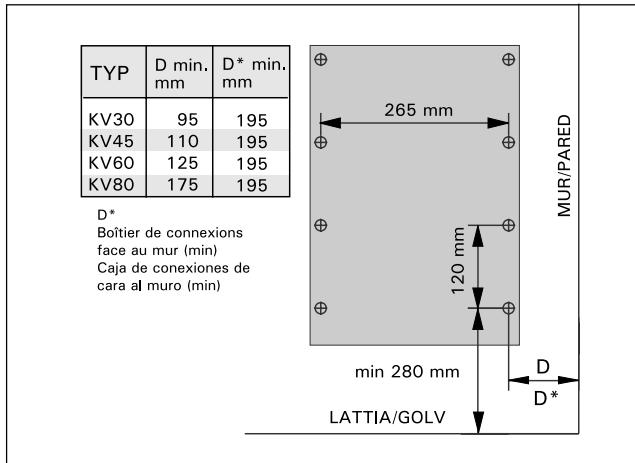

Figure 6. Emplacement de la console du poêle
1. À l'aide des vis fournies, fixer la console d'installation du poêle sur le mur en respectant les distances minimales de sécurité données par le tableau 1 et la figure 5. La fixation de la console d'installation est présentée figure 6.